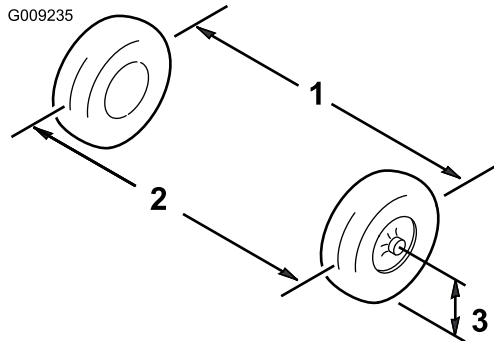

図 47
1. 前輪の前と後ろで、左右のタイヤの中央線間距離を測る計測はアクスルの高さで行う(図47)。